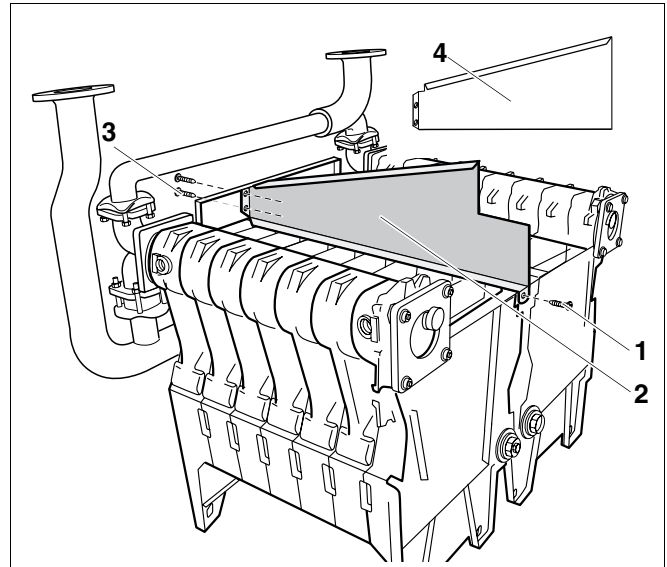

Fig. 36 Montarea peretelui separator
Peretele separator al blocului de cazan de 141 kW (fig. 36, **poz. 4**) nu prezintă desclichetare.
- Se poziționează peretele separator (fig. 36, **poz. 2**) și se înșurubează de peretele frontal cu două șuruburi cu cap plat 3,9 x 9,5 (fig. 36, **poz. 3**).
- Peretele separator (fig. 36, **poz. 2**) se înșurubează în spate cu un șurub cu cap plat (fig. 36, **poz. 1**) de piesa de mijloc.
- Toate șuruburile de la peretele frontal se strâng (fig. 36, pagina 36).